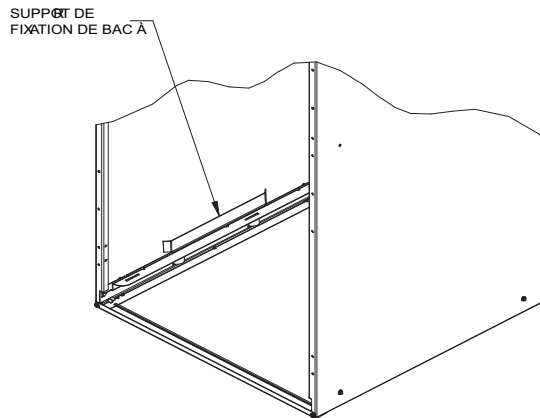

Fig. 6 – Support de fixation du bac à condensats
5. Retirez le support de soutien du serpentín du bac de récupération horizontal du rail de soutien du côté gauche de l'appareil et réinstallez-le sur le rail de soutien du serpentín du côté droit de l'appareil (Fig. 6).